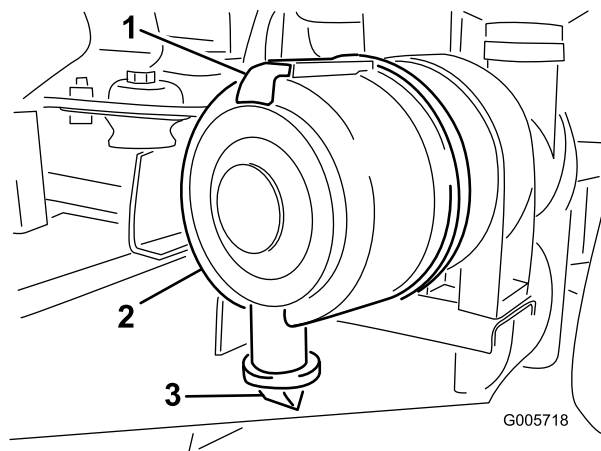

Figure 44
1. Tirez le verrou vers l'extérieur et tournez le couvercle du filtre à air dans le sens anti-horaire (Figure 44).
4. Nettoyez l'orifice d'éjection de saleté situé dans le couvercle amovible (Figure 44). Retirez la valve de sortie en caoutchouc du couvercle, nettoyez la cavité et remettez la valve en place.